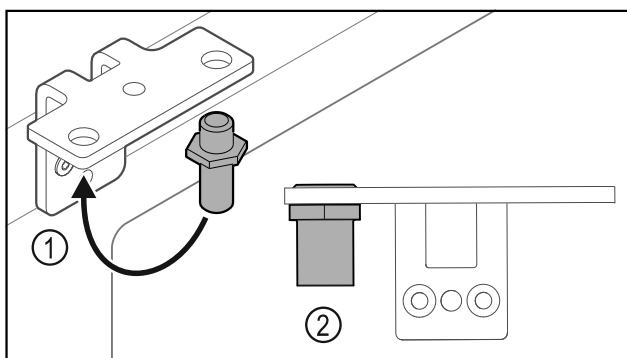

Fig. 38
- Mettre l'axe Fig. 38 (1) dans l'autre trou de l'équerre de charnière.
- Serrer l'axe Fig. 38 (2) au **couple de 12 Nm**.